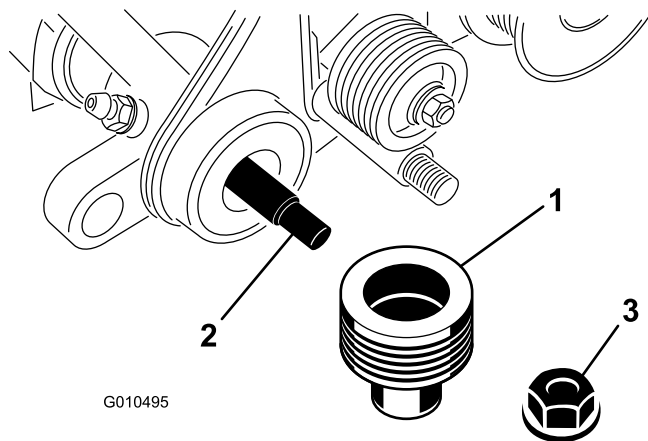

Figura 33
6. Retire la contratuercas que sujeta la polea arrastrada al extremo del eje del acondicionador, y retire la polea (Figura 33).